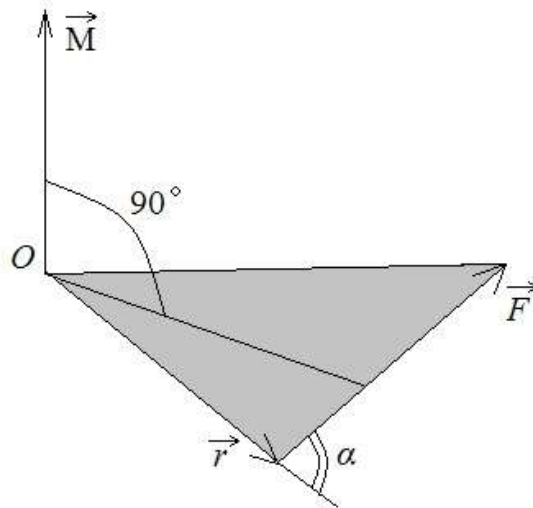

Рис. 6. Момент силы относительно оси Z ,
6. Момент силы: сила, действующая на тело, закрепленное на оси, может вызывать его вращение только в том случае, когда направление силы не проходит через ось вращения (рис. 6).